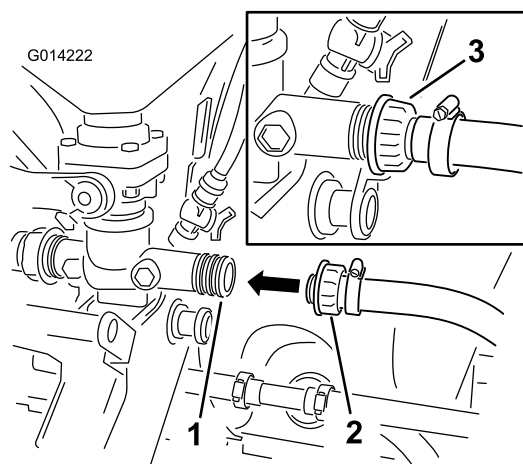

Рисунок 26
2. Присоедините собранный конец шланга к обращенному назад отверстию клапана эдуктора (Рисунок 26). Зафиксируйте пластиковой гайкой соединение шланга и эдуктора в сборе.
1. Направьте открытый конец шланга подачи назад. Проложите шланг мимо насоса, и затем возвратите его в сторону клапана в сборе под перепускным клапаном (Рисунок 26).